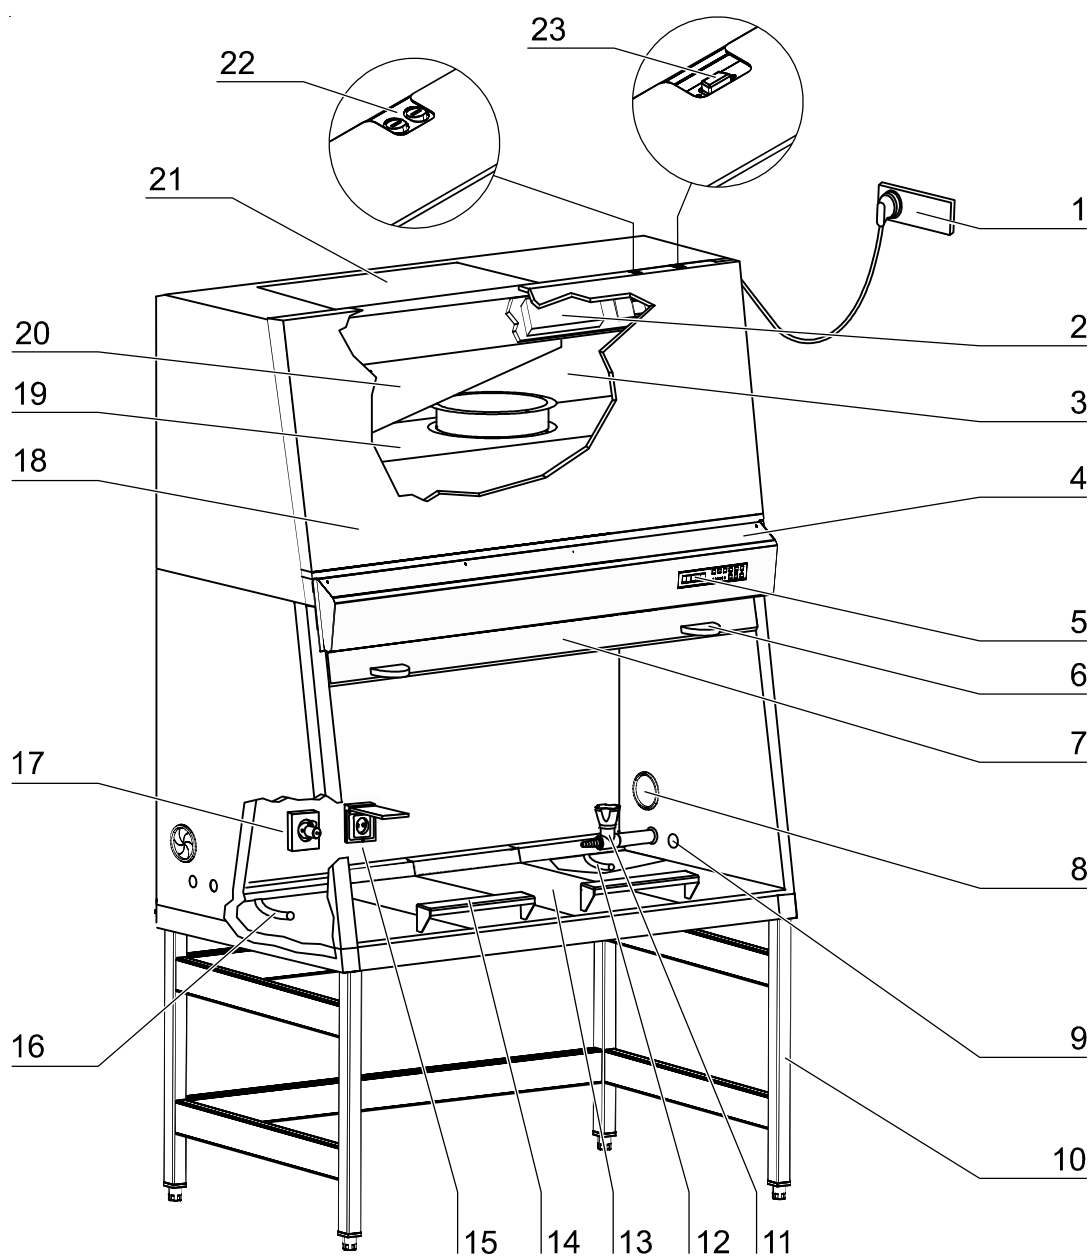

Fig. 3
- **Fig. 3:** Grupo de cámara de aire [3] con cámara de pleno para soplador de recirculación [19] y cámara de pleno para el soplador de aire de salida [20]. Inmediatamente a la cámara de pleno correspondiente se encuentra montado el filtro de recirculación de aire y el filtro de aire de salida. El aire de salida se deriva a través de la abertura [20] al entorno del aparato.